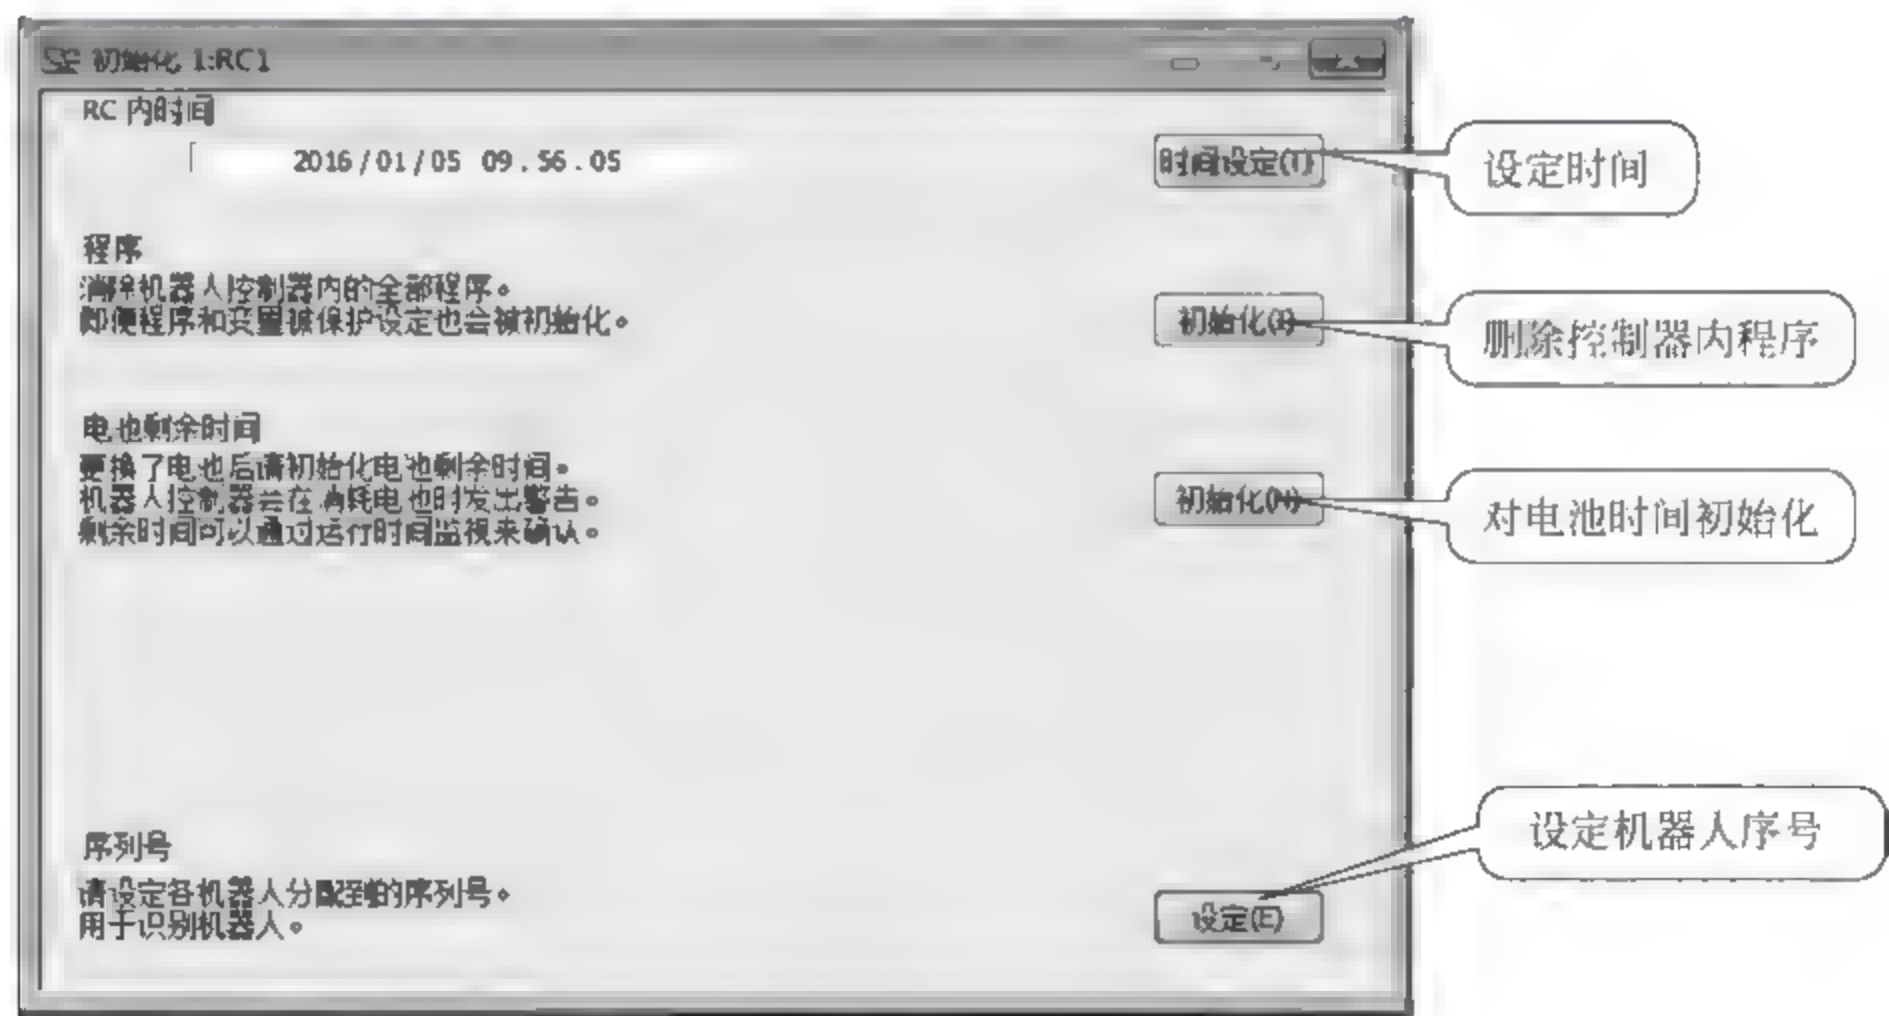

图 30-48 初始化操作框
- ① 时间设定；
- ② 所有程序的初始化；
- ③ 电池剩余时间的初始化；
- ④ 控制器的序列号的确认设定。
(2) 操作方法如图 30-48 所示。